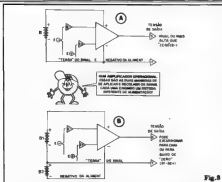

Fig. 8
- FIG. 8 - Em virtude das especiais características de ENTRADA (dupla, uma inversora e uma não-inversora...) dos Amp.Op., estes podem adotar duas formas básicas de Alimentação, dependendo de como queremos ver as "ex-cruadas" do sinal presente na única SAÍDA do bloco:
- FIG. 8-A - ALIMENTAÇÃO SIMPLES - Nessa configuração, a linha de "terra", correspondente ao referencial de "zero" para os sinais de ENTRADA e de SAÍDA, coincide com a própria linha do **negativo** da alimentação geral. Os sinais ou níveis a serem manipulados, então, podem ser aplicados às ENTRADAS "E+" e/ou
- FIG. 8-B - ALIMENTAÇÃO DUPLA OU SIMÉTRICA (SPLIT) - Nesse caso a alimentação é provida por dois blocos de energia, um positivo com relação ao "zero" volt, e outro negativo, ambos de igual intensidade ou nível (por exemplo "+9V" e "-9V"). O sinal de saída, dependendo então do diferencial dos níveis aplicados às duas ENTRADAS do Amp.Op., poderá excursionar tanto "para cima de zero", quanto "para baixo de zero volt"... No exemplo de fonte simétrica de "+9V" e "-9V", o sinal/nível na SAÍDA poderia situar-se desde 9V positivos até 9V negativos, numa excursão máxima de até 18V, portanto... Quem quiser lembrar algumas "coisinhas" importantes sobre essas questões do "referencial" deve rerer com atenção as "Lições" Técnicas a respeito, dadas na 13ª "Aula" do ABC... Vão lá! Na configuração mostrada, os sinais aplicados tanto à ENTRADA "E+" quanto à